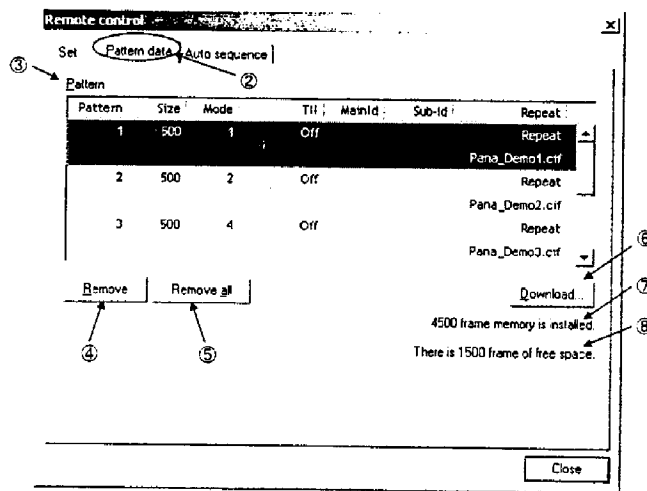

図 8-12 DAB パターンデータ
- ① メイン画面のメニューから<File>-<Control the encoder>を選択すると、<Remote Control>ダイアログが開きます。ただし、「9-2 GP-IB 設定」と「10-4 インタフェース条件設定」の設定により、正しくパーソナルコンピュータと本器が接続されていない場合、<Control the encoder>は無効です。詳細は各章をご参照ください。
- ② <Pattern data>タブを指定します。(「図 8-12 DAB パターンデータ」を参照)
- ③ <Pattern>には、既に本器にメモリされているパターンについての情報が表示されます。以下に表示内容を示します。
- ④ <Remove>ボタンをクリックすると、確認メッセージ表示後、本器にメモリされているパターンデータのうち、選択している番号のデータが削除されます。
- ⑤ <Remove all>ボタンをクリックすると、確認メッセージ表示後、本器にメモリされているすべてのパターンデータが削除されます。